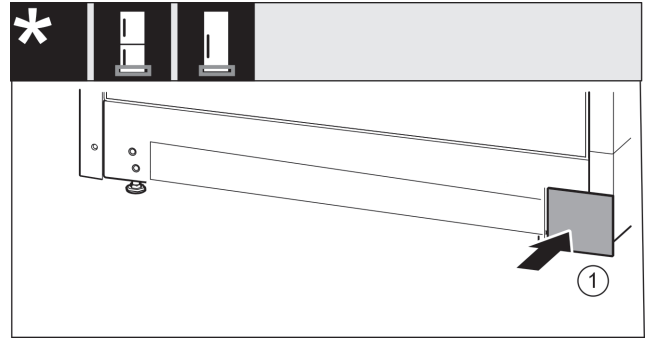

Fig. 18
- ▶ Знову вставте кришку Fig. 18 (1) з іншого боку.